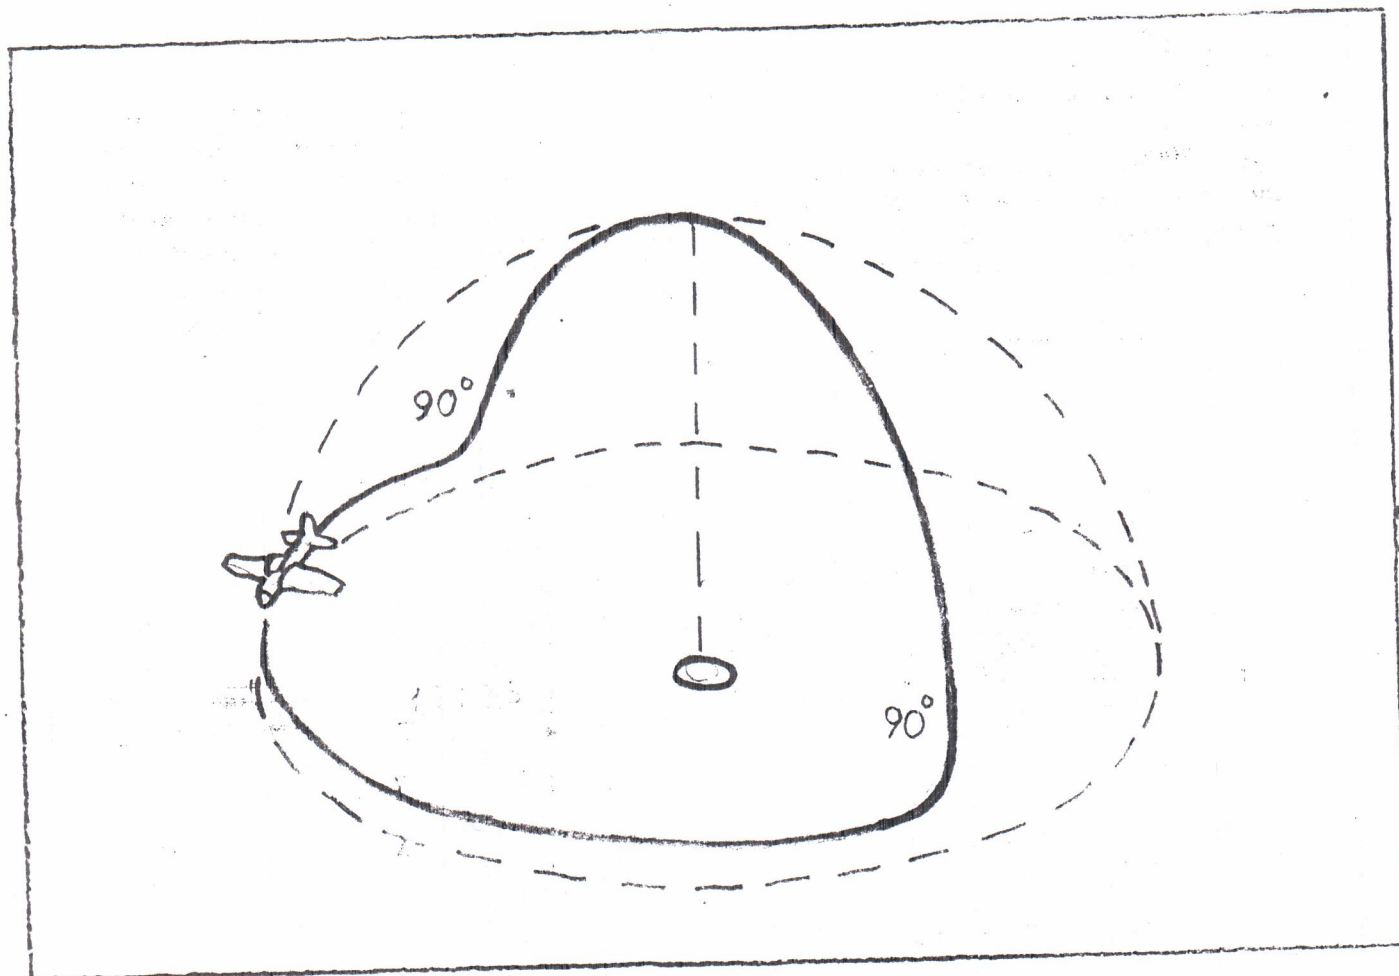

Рис. 7
- Выполнение «горки» (рис. 7).